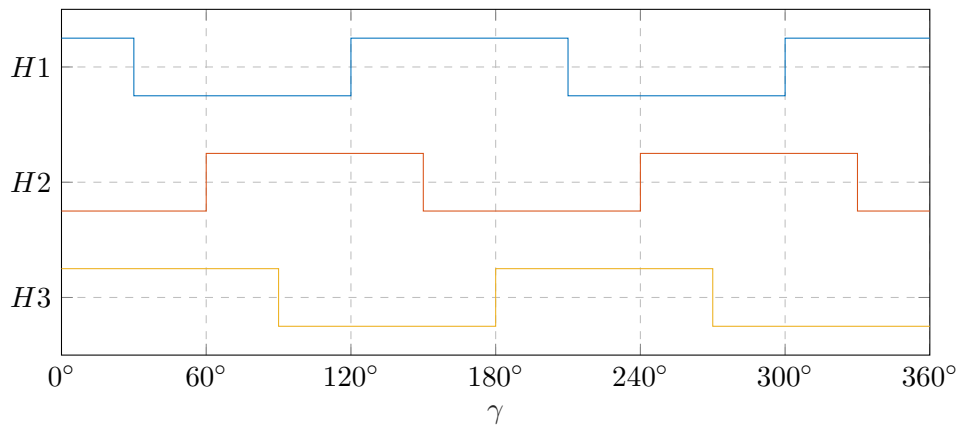

Abbildung 3.1: Signale der Hallsensoren bei  $Z_P = 2$
a) Es soll nun als erstes der Verlauf der digitalen Hallsensorsignale mit einer Polpaarzahl  $Z_P = 2$  in einem Diagramm für eine volle Umdrehung des Rotors dargestellt werden. Die Abbildung 3.1 zeigt ein Impulsdiagramm, welches nun die Hallsensorsignale für einen BLDC mit der Polpaarzahl  $Z_P = 2$  dargestellt, ebenfalls bei einer vollen Umdrehung des Rotors im Rechtslauf.